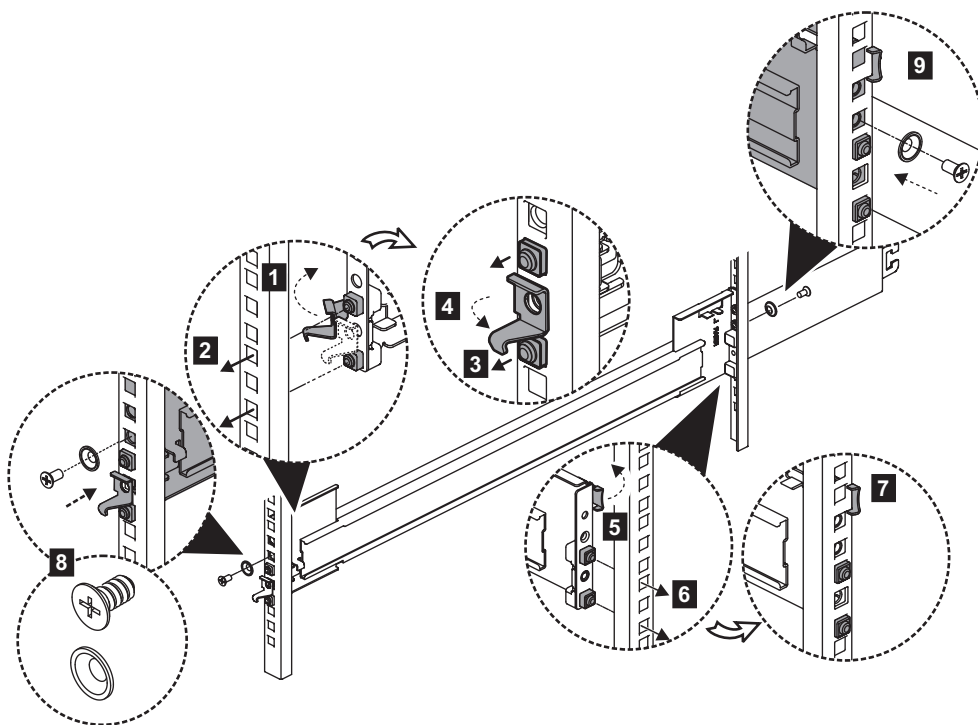

Figure 21. Installation du support dans le châssis
7. Installez l'élément externe de la glissière sur le châssis arrière, comme indiqué sur la figure 21.